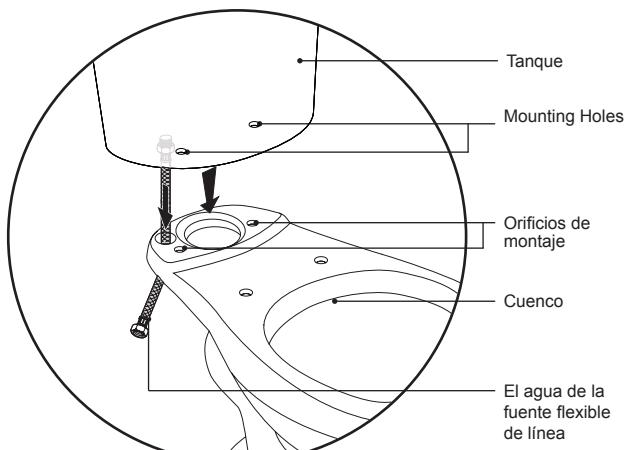

Figura 10
- 3** Coloque el tanque sobre la taza, alineando los agujeros de montaje del tanque con los agujeros de montaje en el recipiente (Figura 10).
Figura 10 se aplica a la instalación de WC Espree™ sólo.